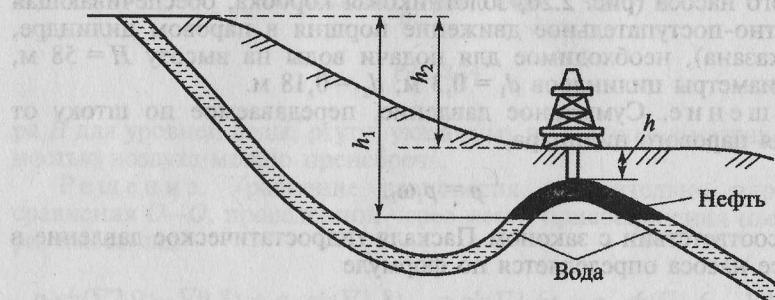

Рис. 2.27
**Задача 2.29.** Грунтовые воды, формирующие систему с нефтяным пластом, выходят на поверхность (рис. 2.27). Какова должна быть плотность глинистого раствора, применяемого при бурении ( $\rho_{\min}$ ), чтобы не было фонтанирования нефти при вскрытии пласта? Глубина скважины  $h = 2500$  м; расстояние между уровнем выхода подземных вод на поверхность и границей вода—нефть  $h_1 = 3200$  м; расстояние между уровнем выхода грунтовых вод на поверхность и устьем скважины  $h_2 = 600$  м; плотность подземных вод  $\rho_v = 1100$  кг/м3; плотность нефти  $\rho_n = 850$  кг/м3.